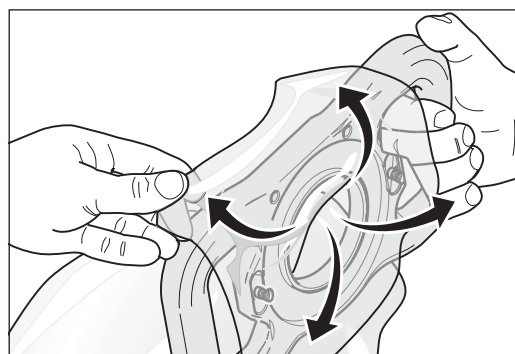

Abb. 25 Den Müllbeutel umstülpen.
- 8 Stülpen Sie den Müllbeutel von hinten über die Entleervorrichtung (Abb. 25).